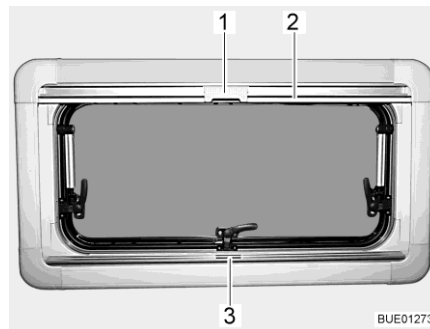
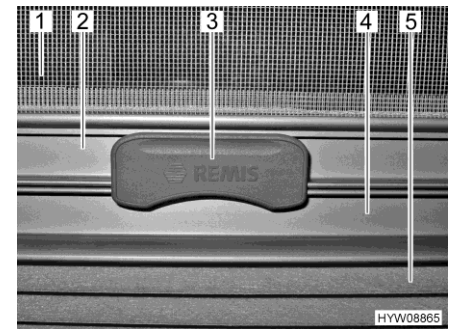

Fig. 24 Fenêtre projetante
Fig. 25 Cran
Le dispositif occultant plissé (Fig. 25,5) se trouve dans le caisson du bas.
- Saisir le dispositif occultant plissé par le centre de la barre-poignée (Fig. 24,3 et Fig. 25,4), le tirer du bas vers le haut et le relâcher à la hauteur voulue. Le dispositif occultant plissé reste alors à cette hauteur.
La moustiquaire (Fig. 25,1) se trouve dans le caisson du haut.
- Tirer la moustiquaire par la barre-poignée (Fig. 24,2 et Fig. 25,2) vers le bas jusqu'à ce qu'elle entre en contact avec celle du dispositif occultant plissé (Fig. 25,4).
- Verrouiller le cran (Fig. 24,1 et Fig. 25,3) de la moustiquaire avec la barre-poignée du dispositif occultant plissé. Quand le cran est verrouillé, le dispositif occultant plissé et la moustiquaire peuvent être réglés en même temps.
- Presser le cran (Fig. 25,3) en haut de la moustiquaire.
- Ramener lentement la moustiquaire en arrière au moyen de la barre-poignée (Fig. 24,2).